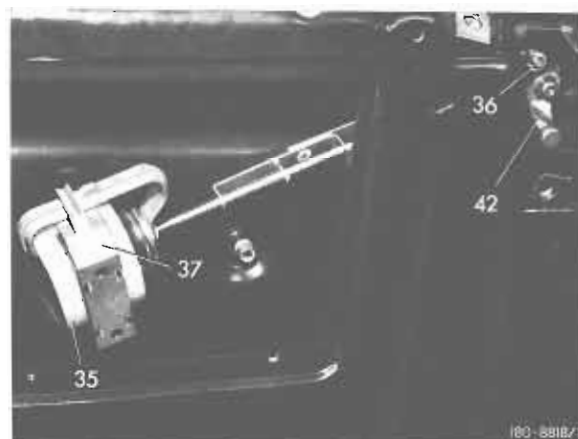
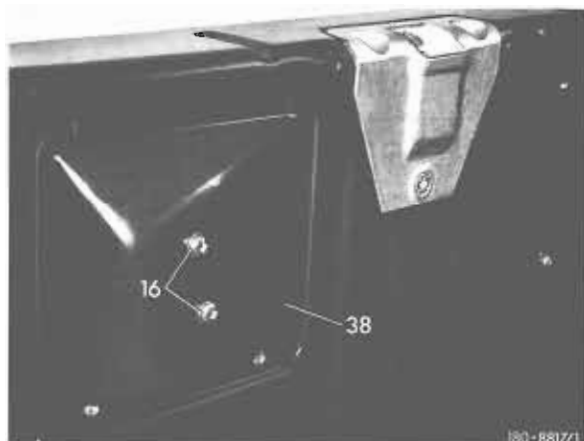

Bild 26
Bild 27
54 Unterdruckelement (35) am Heckdeckelschloß (42) einhängen und mit der Sicherungsscheibe (36) sichern (Bild 26).
55 Haltefeder (37) nach Bild 26 aufstecken. Anschließend Abdeckung (38) mit den Blechschrauben (16) am Unterdruckelement (35) anschrauben (Bild 27).